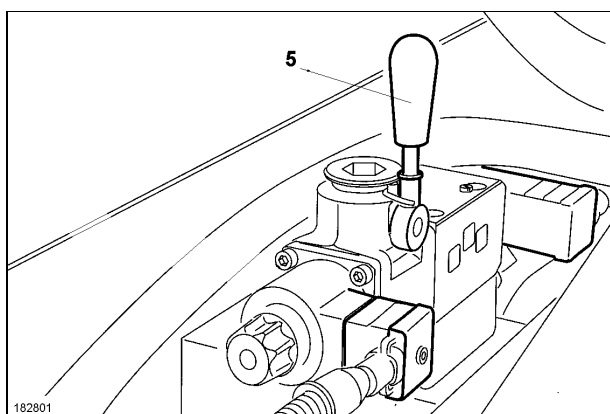

Fig. 2
- Ponga en marcha la bomba de hormigón por medio de la palanquita 5 (Fig. 2).